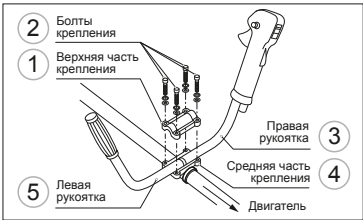

рис. 2
1. Снимите верхнюю часть крепления рукояток (1, рис. 2), выкрутив 4 винта 2 (рис. 2). Установите рабочие рукоятки (3 и 5, рис. 2). Правая рукоятка (3, рис. 2) снабжена органами управления двигателем, курок правой рукоятки должен быть направлен в сторону редуктора.